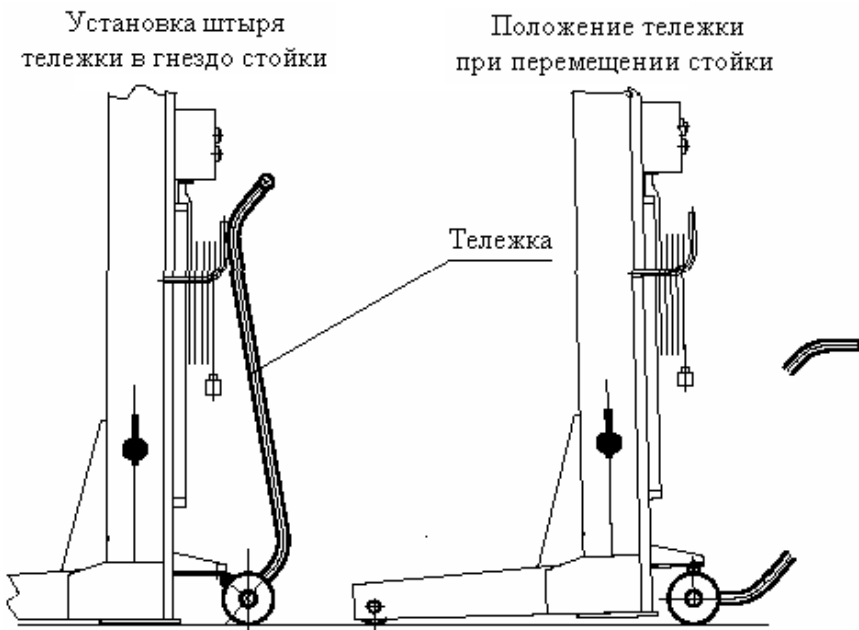

Рис. 5. Перемещение стойки при помощи тележки
7.1.1. При помощи тележки подкатить каждую стойку подъемника подхватами под штатные опорные места троллейбуса или трамвая. Для перемещения стойки подкатить тележку к стойке и, зацепив ее, приподнять (см.Рис.5). Убрать тележку.